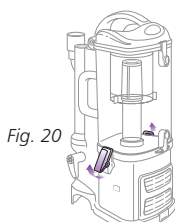

Fig. 20
- 1 Désengagez les loquets situés sur les côtés du récipient à poussière en les soulevant vers l'extérieur pour enlever le récipient à poussière de la base du moteur. **(Fig. 20)**